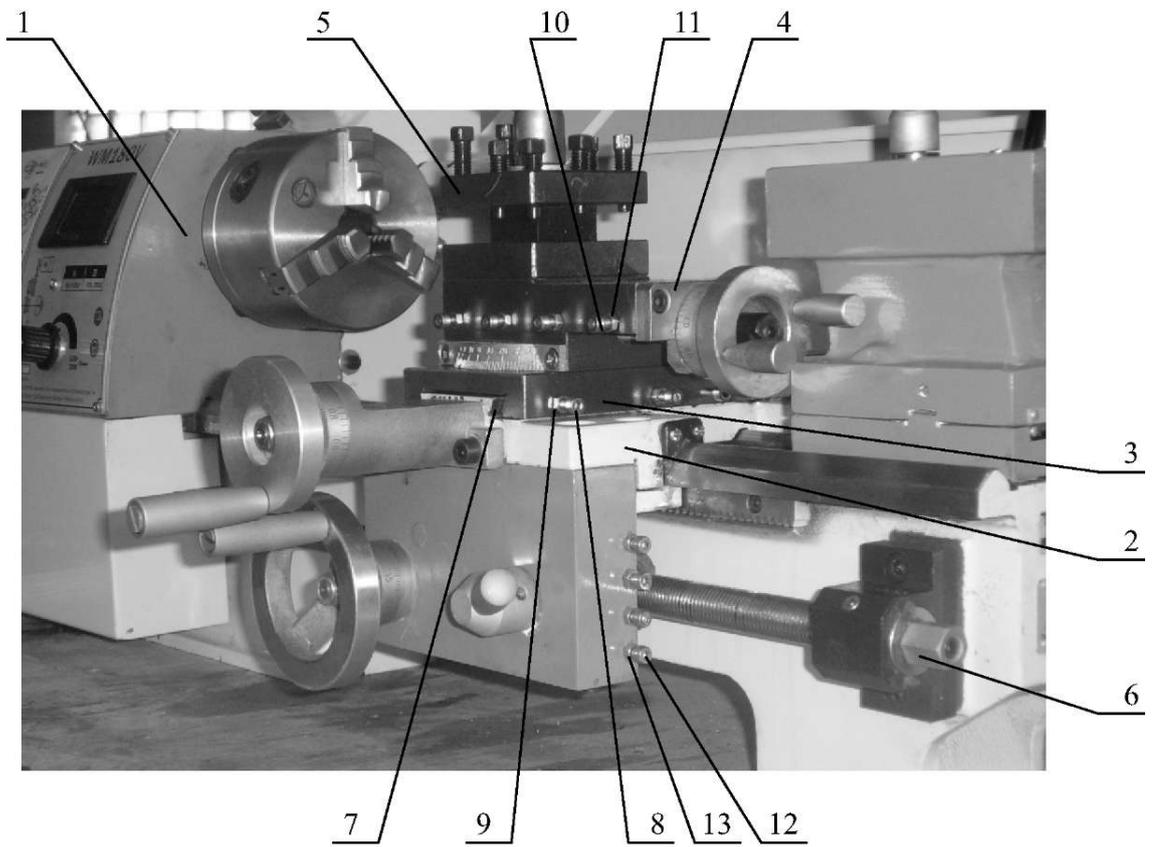
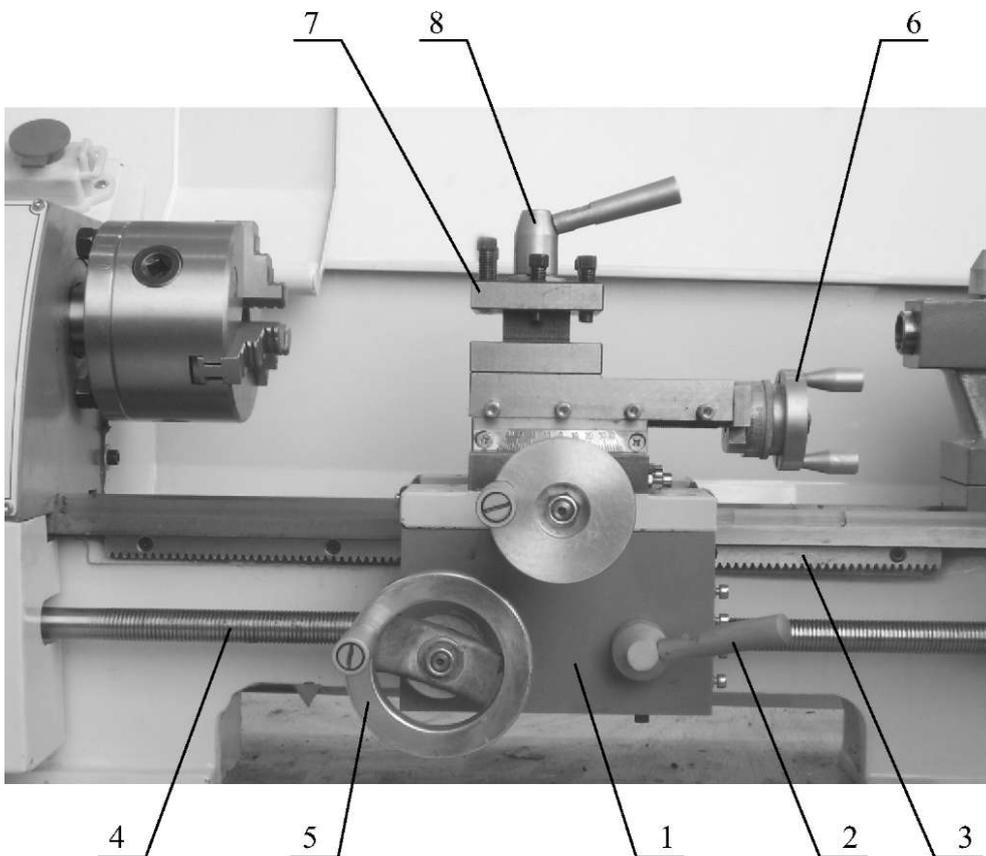
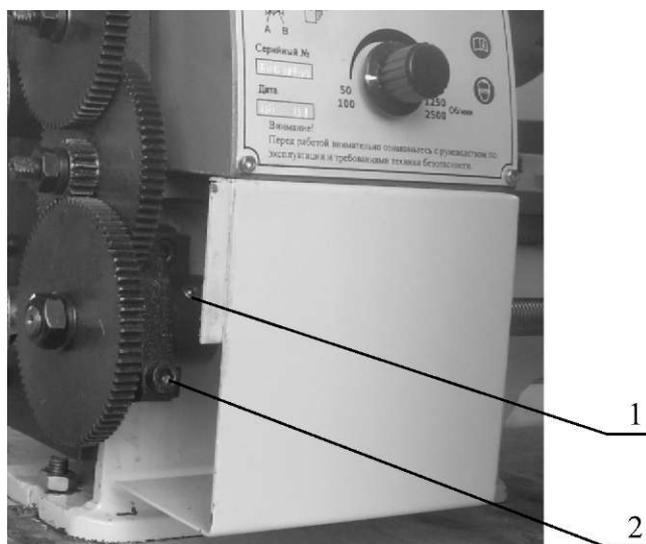

Рис. 4
Рис. 5
Рис. 14
Передняя бабка 1 (Рис. 4) закреплена на станине четырьмя болтами. В ней установлен шпиндель на двух прецизионных конических роликовых подшипниках и распо-
Каретка 2 (Рис. 4) является базирующим элементом суппорта. Она изготовлена из высокосортного чугуна. Продольные направляющие каретки отшлифованы и точно сопряжены с направляющими станины. Необходимый зазор между направляющими станины и каретки обеспечивается прижимными планками, расположенными на нижней плоскости каретки.
Фартук 1 (Рис. 5) установлен на каретке. Для включения автоматической или ручной подачи от ходового винта на фартуке имеется маточная гайка, которая состоит из 2-х полугаек. Включение подачи производится поворотом пусковой рукоятки 2 (Рис. 5), вследствие чего полугайки сводятся и входят в контакт с ходовым винтом. Зубчатая рейка 3 (Рис. 5) установлена на станине и обеспечивает ручное продольное перемещение суппорта, которое производится вращением маховика на фартуке.
Поперечные салазки 3 (Рис. 4) установлены на верхние (поперечные) направляющие каретки соединением «ласточкин хвост», зазоры в соединении регулируются клином. Перемещение салазок обеспечивается вращением маховика. Для отсчета величины перемещения салазок на маховике имеется лимб.
Верхние салазки 3 (Рис. 4) установлены на поперечные салазки. Перемещение подвижной части верхних салазок производится вращением маховика. Для отсчета величины перемещения салазок на маховике имеется лимб.
Ходовой винт 4 (Рис. 5) расположен вдоль передней части станины и служит для продольной автоматической подачи. С левой стороны он соединен с коробкой передач. Ходовой винт имеет две подшипниковые опоры. Осевой зазор винта в опорах регулируется шестигранной гайкой 6 (Рис. 4)
Вращением маховика 5 (Рис. 5), находящегося на фартуке, по часовой стрелке происходит перемещение суппорта в сторону за дней бабки (вправо), при вращении маховика против часовой стрелки суппорт перемещается в сторону передней бабки (влево).
Включение механической подачи суппорта осуществляется поворотом рукоятки маточной гайки 2 (Рис. 5) вниз, для выключения - вверх. Направление механической подачи связано с направлением вращения шпинделя: при прямом вращении (против часовой стрелки), суппорт перемещается в сторону передней бабки (влево), при обратном вращении (по часовой стрелке), суппорт перемещается в сторону задней бабки (вправо).
Перемещение верхних салазок производится вращением рукоятки 6 (Рис. 5) по часовой, или против часовой стрелки.
Для установки инструмента в рабочее положение резцедержатель 7 (Рис. 5) поворачивается вокруг оси на 360° и имеет 4 фиксатора положения для установки инструмента под углом 90° к оси вращения шпинделя. Для этого необходимо ослабить
центральную зажимную рукоятку 8 (Рис. 5), повернуть резцедержатель и снова произвести зажим рукояткой.
8.4. Смазку подшипников ходового винта продольной подачи производите ежедневно через смазочные отверстия 1 (Рис. 14) и 7 (Рис. 4) жидкой смазкой.
9.1.1. Резцедержатель 5 (Рис. 4) расположен на подвижной части верхних салазок и обеспечивает закрепление 4-х инструментов. Для извлечения станка из ящика выверните шурупы (саморезы) на нижней части боковых стенок ящика. Снимите колпак ящика с основания.
Ослабьте запорный винт 2 (Рис. 14) на гитаре.
Отведите гитару 3 (Рис. 14) вправо.
Отверните гайку 4 (Рис. 14) ходового винта и гайки 5 (Рис. 14) на осях гитары, снимите зубчатые колеса.